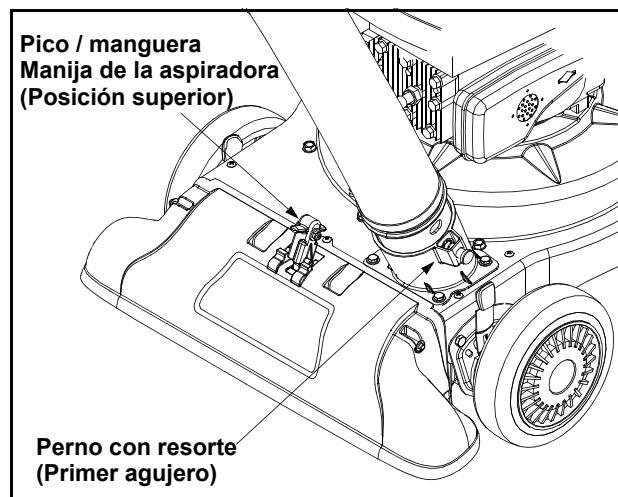

Figura 10
- Coloque la manija del pico / manguera de la aspiradora en la posición superior del pico para aspirar a través del mismo. Ver Figura 10.